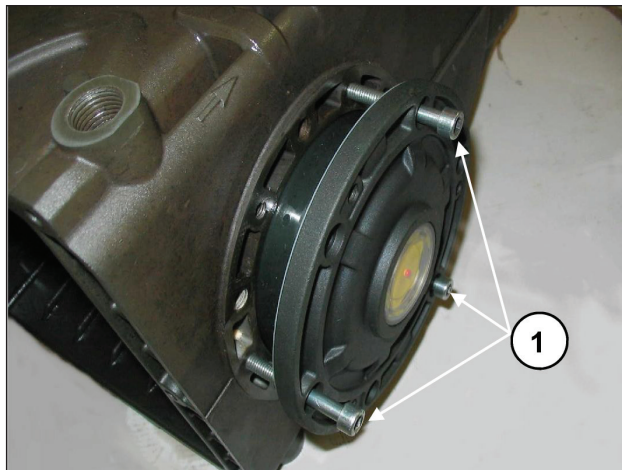

图8
为了便于第一部分的注油和盖子在曲轴箱的插入，建议使用3个部分螺纹的M6×40螺丝(图8, ①)，然后使用附带的螺丝(M6X16)完成操作。